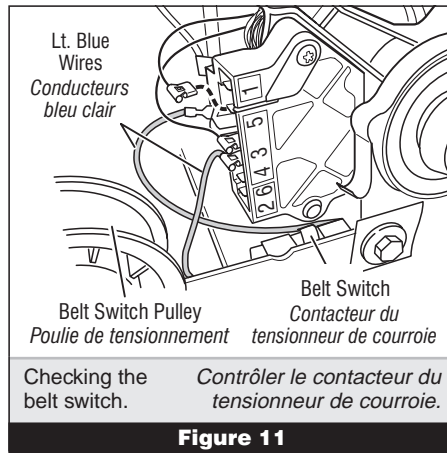

Figure 11
- 8.** Check the belt switch by measuring resistance between the two light blue wires, as shown in figure 11, while pushing up the belt switch pulley.
- 8.** Contrôler le contacteur du tensionneur de courroie : mesurer la résistance entre les deux conducteurs bleu clair (voir la figure 11) tout en poussant vers le haut la poulie de tensionnement.